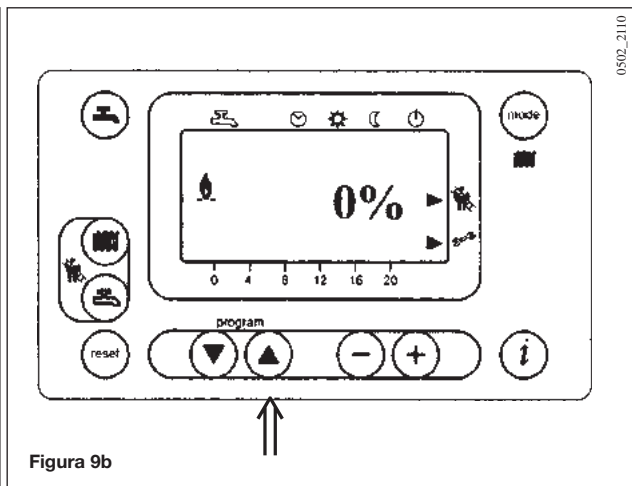

Figura 9b
- Activar el funcionamiento al caudal térmico mínimo pulsando la tecla  0% en el display de la Figura 9b).
- Activar el funcionamiento al caudal térmico mínimo pulsando la tecla  (0% en el display de la figura 9b).